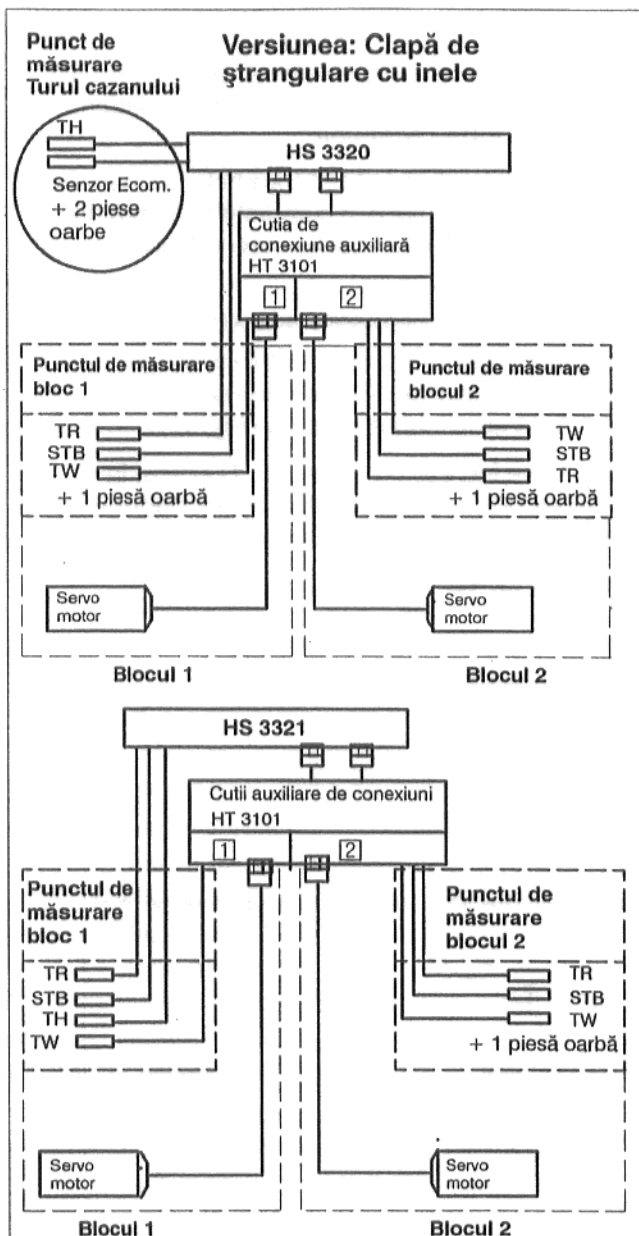
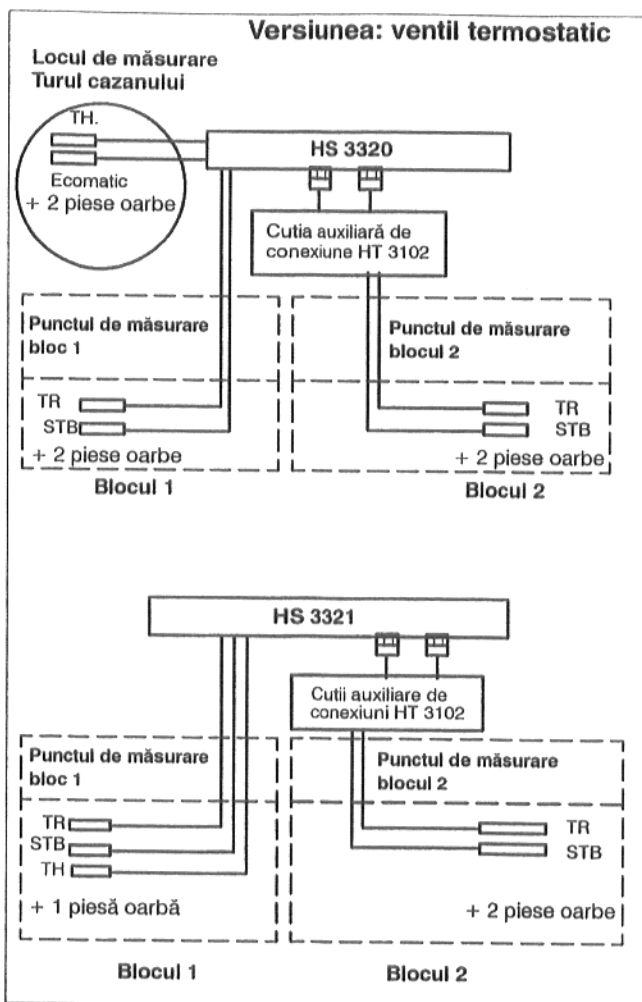

Fig. 40c: Schema de racordări a cutiei auxiliare de conexiuni; Versiunea clapă de ștrangulare cu inele
Fig. 42: Schema de racordări a cutiei auxiliare de conexiuni; Versiunea ventil termostatic
- Se realizează legăturile dintre cutia de conexiuni auxiliară și servomotor după planul de racordări respectiv Fig. 40c sau Fig. 42.
- Conductele capilare ale sensorului de temperatură și conductele cutiei auxiliare de conexiune vor fi întinse după următoarea schemă (Fig. 40c).
- La aparatul de reglare HS 3321 ambele pachete de senzori vor fi introduse așa cum este prezentat în Fig. 42 în mașonul de imersie bloc 1 respectiv bloc 2.\*
- Conductele capilare ale senzorului de temperatură și conductele cutiei auxiliare de conexiune vor fi întinse după următoarea schemă (Fig. 42).
## Legendă la Fig. 42: